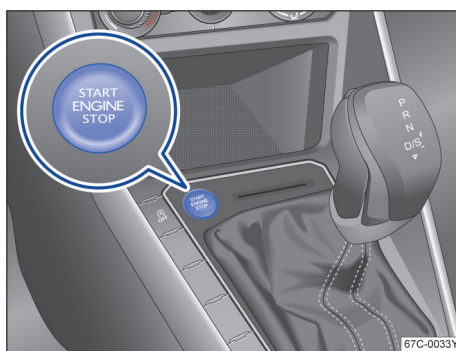

图 84 无钥匙系统 Kessy：中控台上的启动按钮
- 按压启动按钮  图 84，不要踩油门踏板。启动发动机前必须将有效车辆钥匙置于车内。发动机启动后，松开启动按钮。
- 短按启动按钮  图 84。若发动机未能关闭，用应急关闭功能关闭发动机  第 87 页。